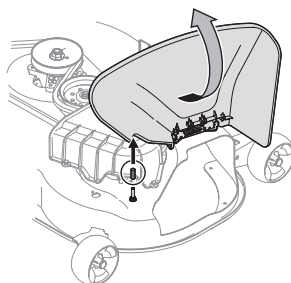

Figure 9
1. Relevez le déflecteur d'éjection et retirez le capuchon de la goupille qui se trouve sur le plateau de coupe. Voir Figure 9.